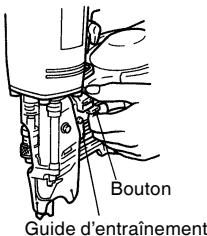

Fig. 1
(1) Charger les clous dans le magasin.
- Saisissez le guide d'entraînement des clous et le bouton avec vos doigts. Poussez le bouton vers le bas pour ouvrir le guide d'entraînement des clous vers la gauche. (v. Fig. 1).